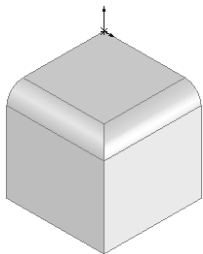

图 3-80 圆角的图形
3) 确认圆角特征。单击“圆角”属性管理器中的“确定”按钮, 圆角的图形如图 3-80 所示。